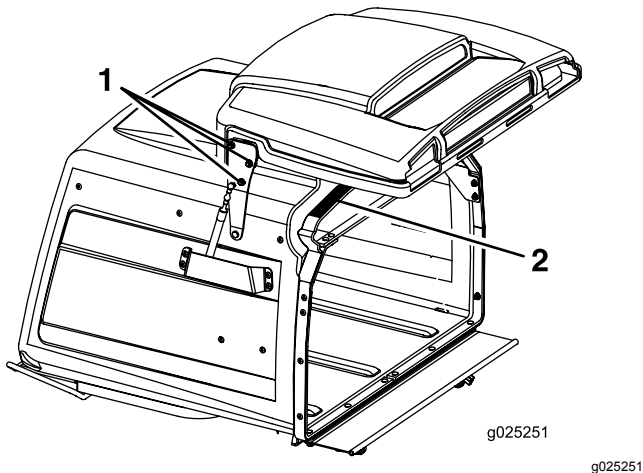

Figure 69
3. Desserrez les 6 écrous des charnières du couvercle (Figure 69).
4. Ouvrez le couvercle et placez une bande de caoutchouc de 9,5 mm ou un flexible de 9,5 mm de diamètre entre la trémie et le couvercle (Figure 69).